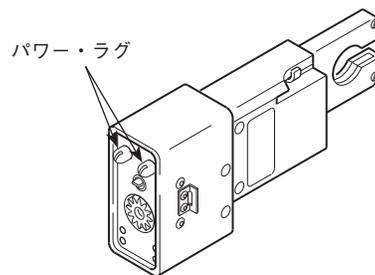

図 28: ウェルド・ヘッドのパワー・ラグのクリーニングを行う
4. 同梱のステンレス鋼製ワイヤー・ブラシを使用して、ウェルド・ヘッドの2個のパワー・ラグのクリーニングを行います (図 28)。